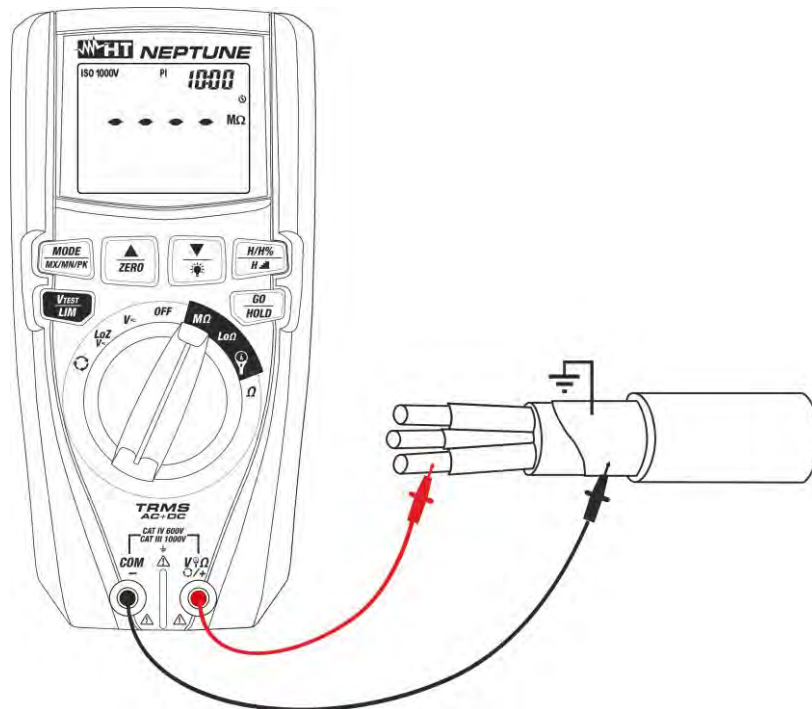

Abb. 22: Verwendung des Geräts zur Messung des Isolationswiderstands im Betriebsmodus PI
6. Verbinden Sie die rote Messleitung mit der Eingangsbuchse **VΩΩ/+** und die schwarze Messleitung mit der Eingangsbuchse **COM/-** und verbinden Sie das Gerät mit dem Prüfling (siehe Abb. 22).